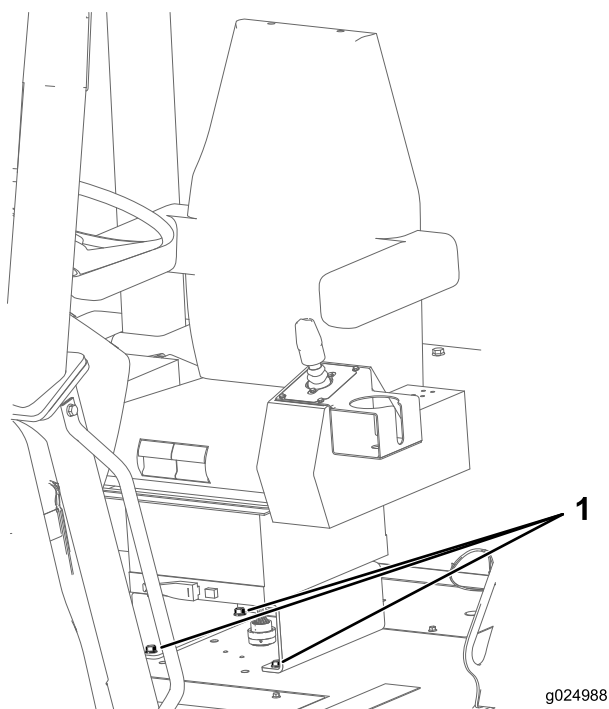

Figura 118
1. Verifique se os parafusos de fixação do banco ao chassi da máquina estão apertados com torque de 27 a 34 N·m (20 a 25 pol.-lb); consulte a Figura 118.